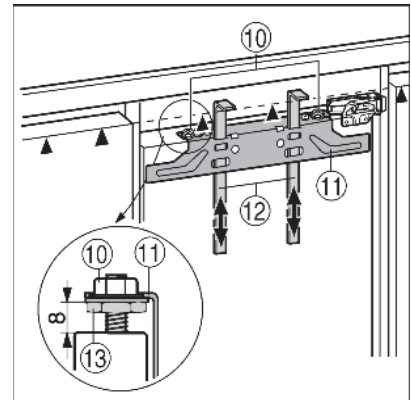

Fig. 16
- ▶ Pousser les gabarits de montage Fig. 16 (12) vers le haut à hauteur de porte du placard. Bord inférieur de butée ▲ du gabarit de montage = bord supérieur de la porte du placard à monter.
- ▶ Dévisser la traverse de fixation Fig. 16 (11) au moyen des contre-écrous Fig. 16 (10).